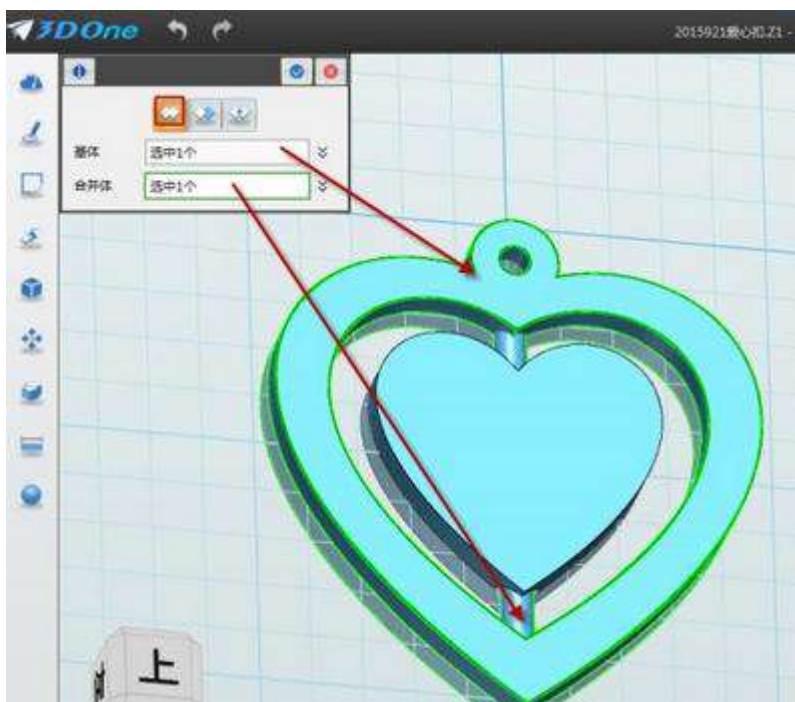

图 1-16
Step 16 选择“组合编辑”功能，选择“加运算”，选择外心，接着选择中心的圆柱，最后点击确定，如下图 1-16 所示：